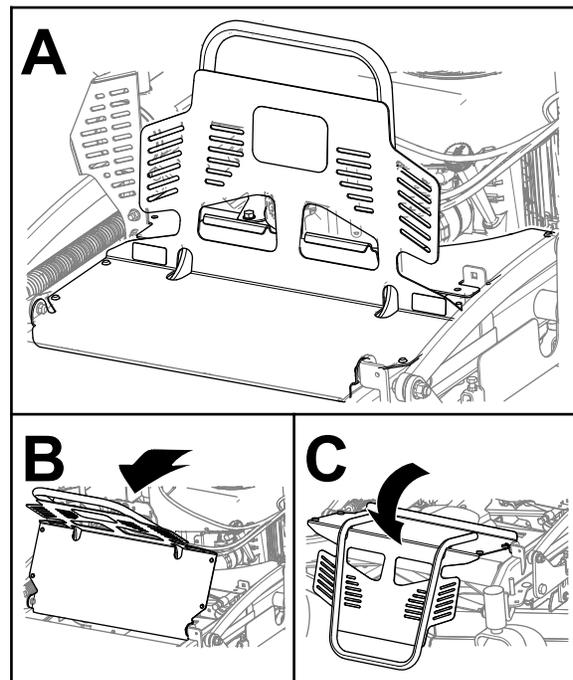

Figure 34
2. Faites pivoter la protection du moteur en avant comme montré à la Figure 34.